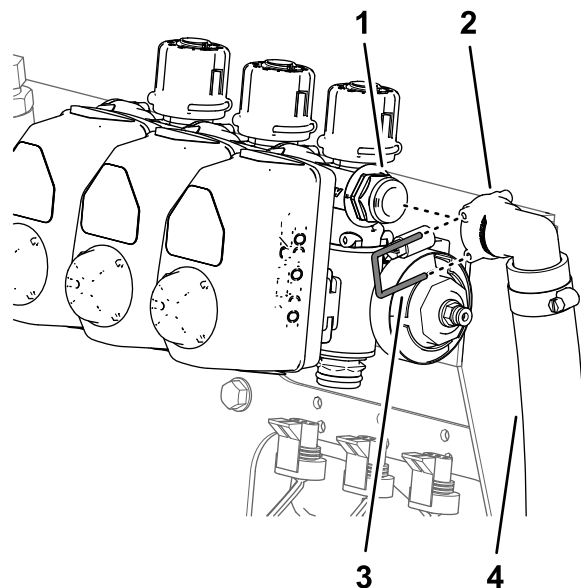

Figura 61
- **Per le macchine senza kit asta di irradiazione opzionale o kit avvolgitubo elettrico opzionale**, rimuovete il fermo piccolo che fissa il raccordo a disinnesto rapido del flessibile di bypass al raccordo a disinnesto rapido della valvola di bypass di sezione di destra (Figura 61).